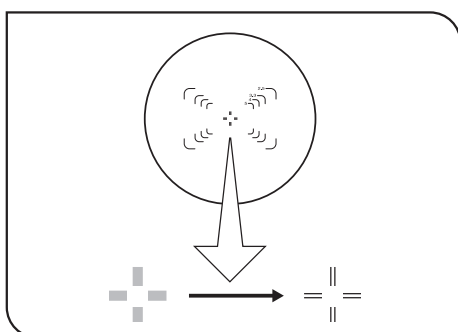

Abb. 17
1. Mit dem rechten Auge durch das rechte Okular blicken und den oberen Teil des Okulars ③ drehen, bis zwei getrennte Fadenkreuze und ein scharfes Doppelfadenkreuz im Sehfeld zu erkennen sind. (Abb. 17 & 18)